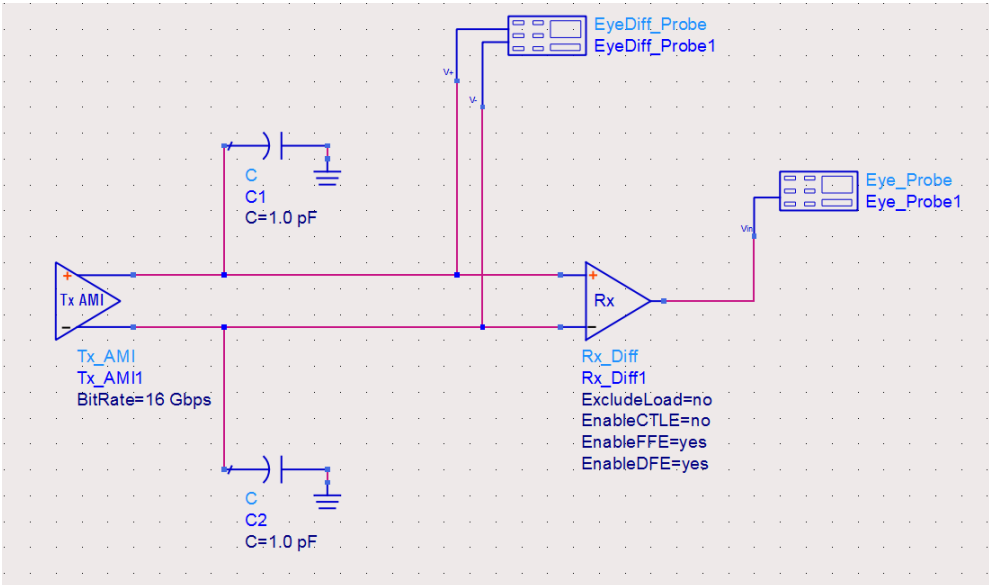

图 5. 借助 ADS，设计人员可以混合搭配使用 IBIS、IBIS-AMI、SPICE 和通用内置模型中的模型。
**解决方案：**在 ADS 中，设计人员可以使用 ADS 中的通用接收机组件（Diff\_Tx），它可以计算接收机的最佳 FFE 和 DFE 抽头，甚至可以自适应调整接收均衡。ADS 允许设计人员混合搭配 IBIS-AMI 模型和非 AMI 通用内置模型以及 SPICE（图 5）。此外，通道仿真器现在直接支持 IBIS 包（.pkg）条目，并且支持的范围比以前更广泛。它甚至可以在正式的 IBIS 解析程序发布之前便为 IBIS v6.1 提供标准前的支持。IBIS 模型的超频就是新 v6.1 内容的一个例子。